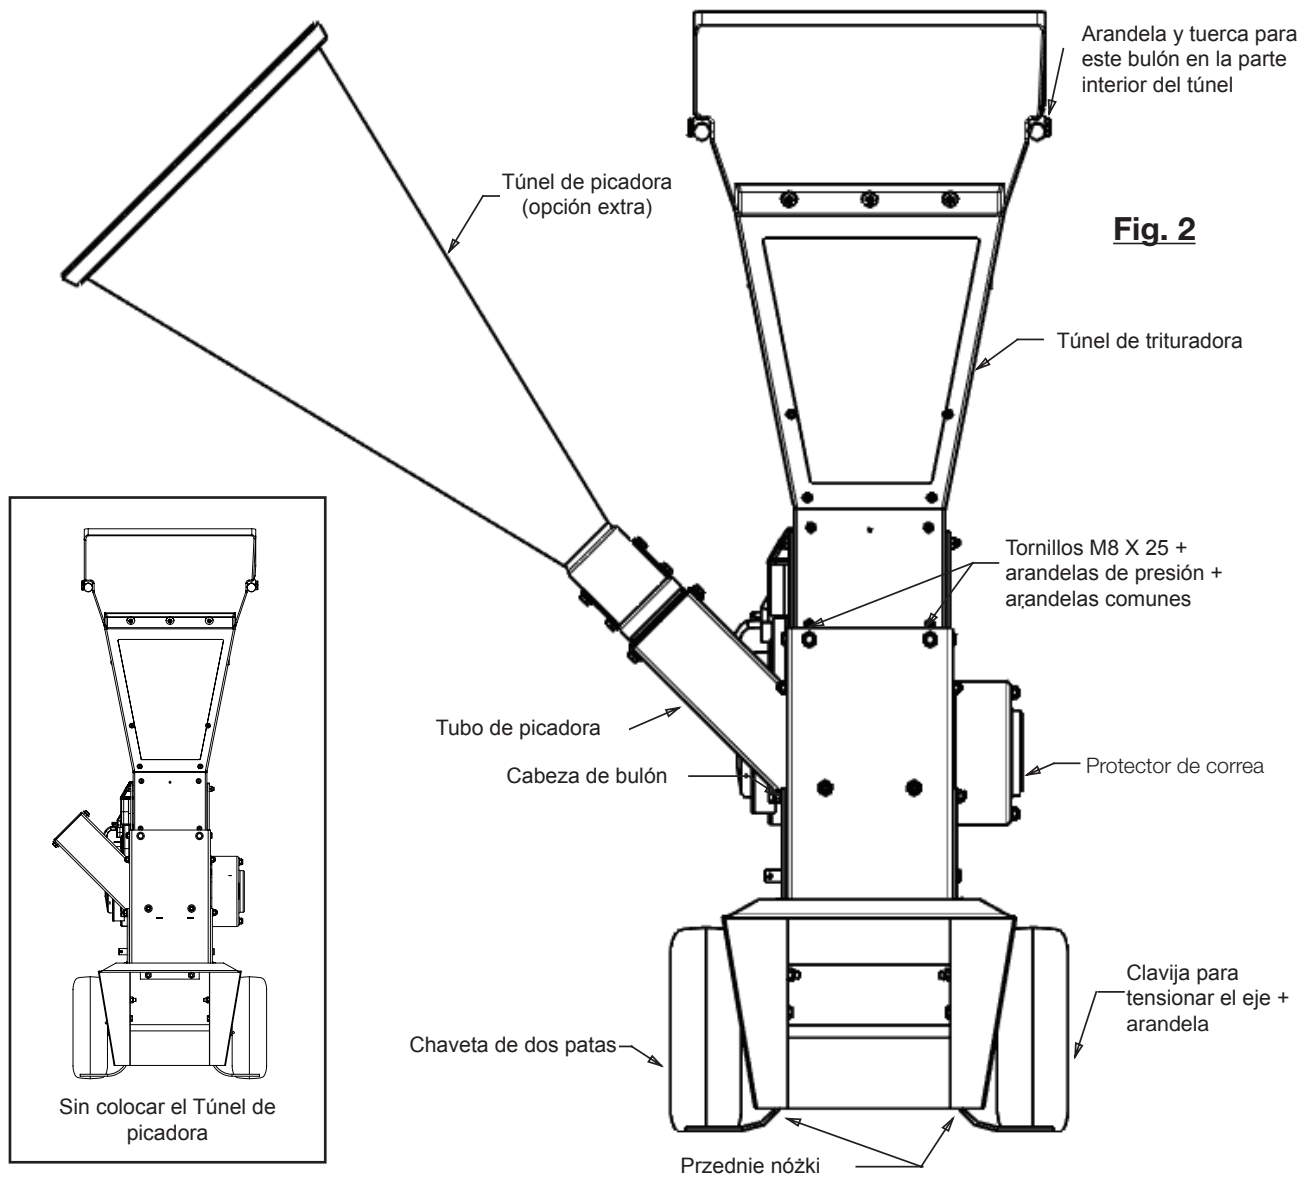

Fig. 2
8. Sujete el túnel de la trituradora al chasis: use dos tornillos de 8mm x 20mm y dos retenes de túnel, con arandelas comunes y arandelas de presión en los tornillos delanteros y con dos tuercas nyloc en el exterior del túnel, a los costados. Vea la Fig. 2.
9. Sujete el Túnel de la picadora al Tubo de la trituradora y ajuste la abrazadera (vea la Fig. 2).